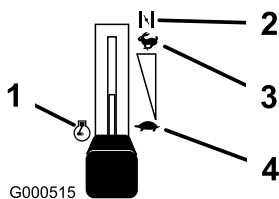

Figura 10
- Prima di avviare il motore a freddo spostate la leva dell'acceleratore in posizione Starter (Figura 10).
- Quando il motore è acceso, muovete la leva dell'acceleratore in posizione Fast (Figura 10). Se il motore stalla o esita, riportate la leva dell'acceleratore in posizione Starter per qualche secondo, portate quindi la leva dell'acceleratore nella posizione desiderata. All'occorrenza, ripetete il procedimento.
- Portate la leva dell'acceleratore in posizione Fast (Figura 10).